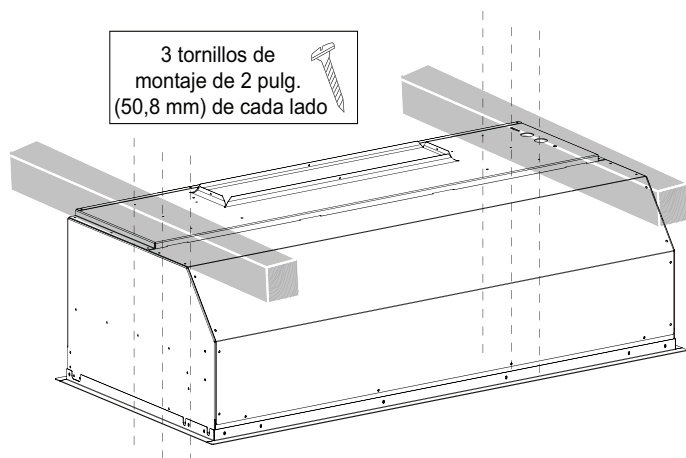

Figura 27: Tornillos laterales de los modelos VCIN
- c) Sujete las partes laterales del marco del armazón con seis (6) tornillos de montaje de 2 pulg. (50,8 mm) como se muestra en la *Figura 27*.